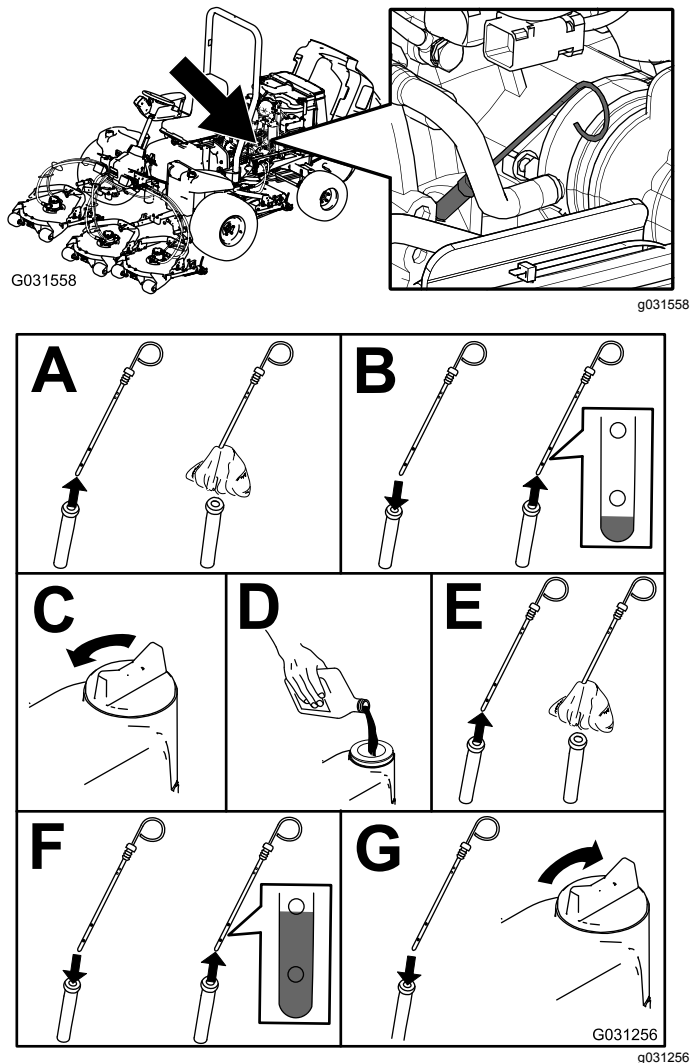

Figura 56
2. Verifique o nível de óleo do motor (Figura 56).